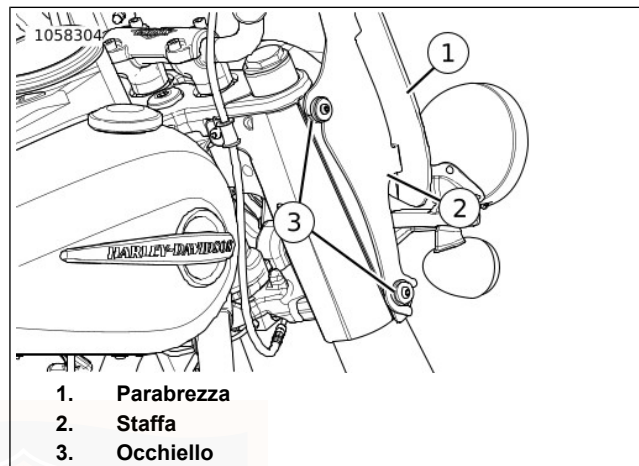

Figura 36. Parabrezza
1. Vedere Figura 36. Spostare la parte SUPERIORE del parabrezza (1) in avanti fino a che le tacche (2) SUPERIORI della staffa fuoriescano dagli occhielli (3).
1. Vedere Figura 36. Verificare che gli occhielli (3) e le staffe (2) siano in posizione e in buone condizioni.